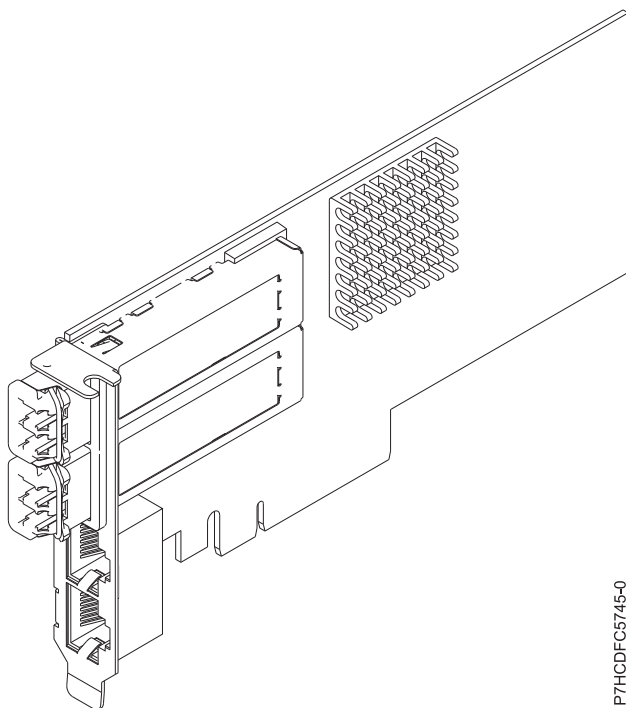

図 75. FC EN0K アダプター
4 ポート・アダプターが、2 個の 10 Gb FCoE 銅線平衡型ポートと 2 個の 1 Gb イーサネット・ポートを提供します。2 個の 10 Gb FCoE ポートは、リトル・コネクタ (LC) タイプのコネクタによって接続されます。各 FCoE ポートは公称データ速度 10 Gbps (G ビット/秒) のイーサネット接続を提供します。各 1 Gb ポートは、データ速度 1 Gbps でイーサネット接続を提供し、イーサネット・ケーブルによって接続されます。10 Mb データ速度はサポートされません。図 75 は、FC EN0K アダプターを示しています。